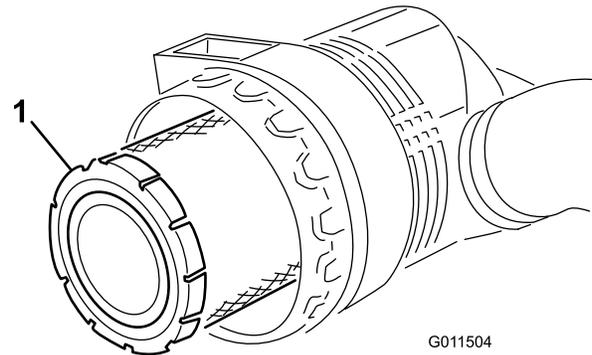

Figura 51
2. Antes de remover o filtro (Figura 51), utilize ar de baixa pressão (276 kPa [40 psi], limpo e seco) para ajudar a retirar grandes acumulações de detritos que se encontram entre o lado de fora do filtro primário e o recipiente. Evite a utilização de ar de alta pressão, que pode forçar a entrada de sujeidade na área de admissão através do filtro. Este processo de limpeza evita que a sujeidade migre para dentro da admissão quando se retira o filtro primário.